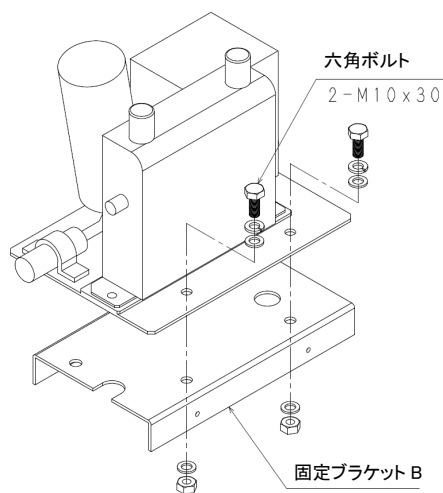

図 1.5 ワイヤ送給装置の取り付け(手順 2)
2. 図1.5を参考にワイヤ送給装置を固定ブラケットBに取り付けてください。取り付けは六角ボルト・ワッシャ・ナットで取り付けてください。